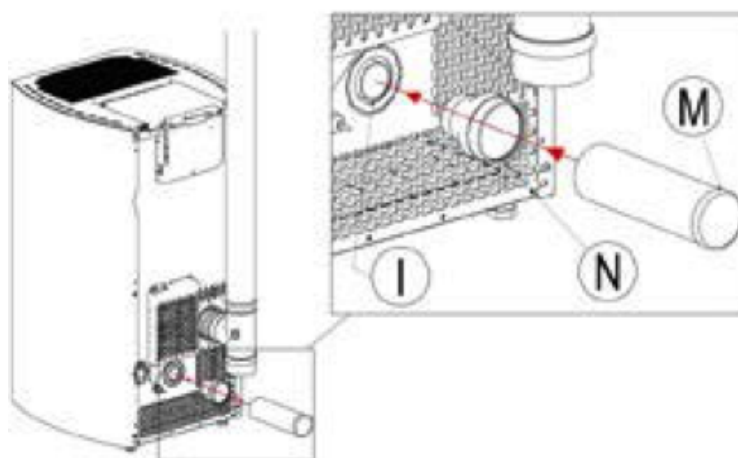

Fig. 8 - Collegamenti
- Raccordare N con Q utilizzando un tubo flessibile o rigido di diametro 60 mm con una lunghezza massima di 2 metri (vedi Fig. 8 ).